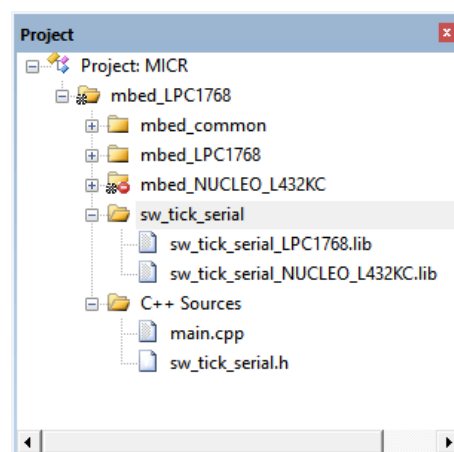

FIGURA 14: *group* y archivos de sw_tick_serial añadidos al proyecto.
5. Tal como hizo en el punto 3 anterior, añada ahora los dos ficheros .lib en MICR\sw_tick_serial al *group* sw_tick_serial recién creado. Ahora debe elegir archivos del tipo Library File (*.lib). Todo esto añade los ficheros objeto de la librería sw_tick_serial al proyecto dentro de un *group* llamado sw_tick_serial, como se aprecia en la figura 14.